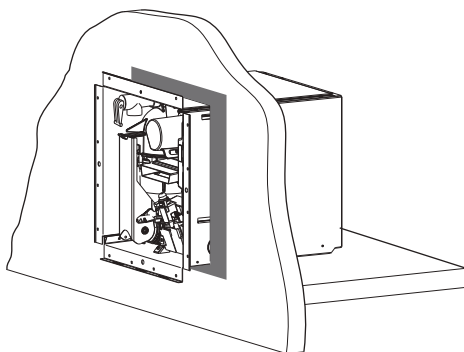

Fig. 21
- Aplique una cantidad adecuada de material sellador estanco al agua a toda la zona de la brida del bastidor de instalación y en las esquinas, vea la marca gris en la Fig. 21.